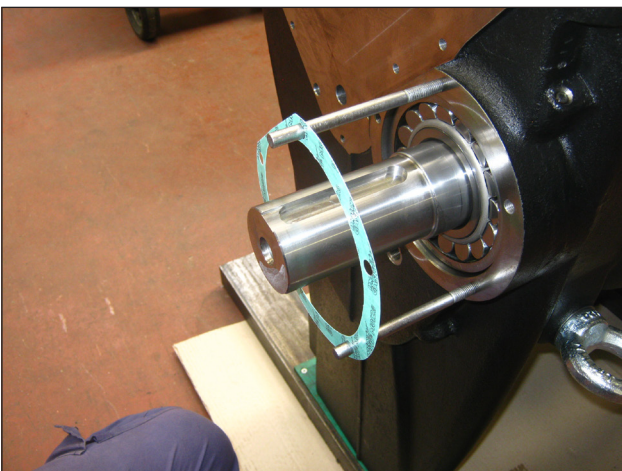

Abb. 92
**Verwenden Sie als Arbeitshilfe zwei Führungsbolzen (Abb. 92, Abb. 93 und Abb. 94).**